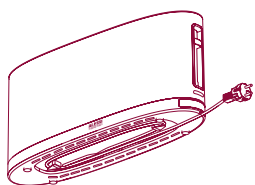

Abb. 2
- Stellen Sie den Toaster auf einer ebenen Stellfläche und vor entflammbarem Material geschützt ab. Regulieren Sie die erforderliche Kabellänge bis zur Steckdose. Der Kabelaufwickler am Toasterboden gestattet die Regulierung der Kabellänge (Abb. 2). Schließen Sie den Netzstecker an die Netzsteckdose an.